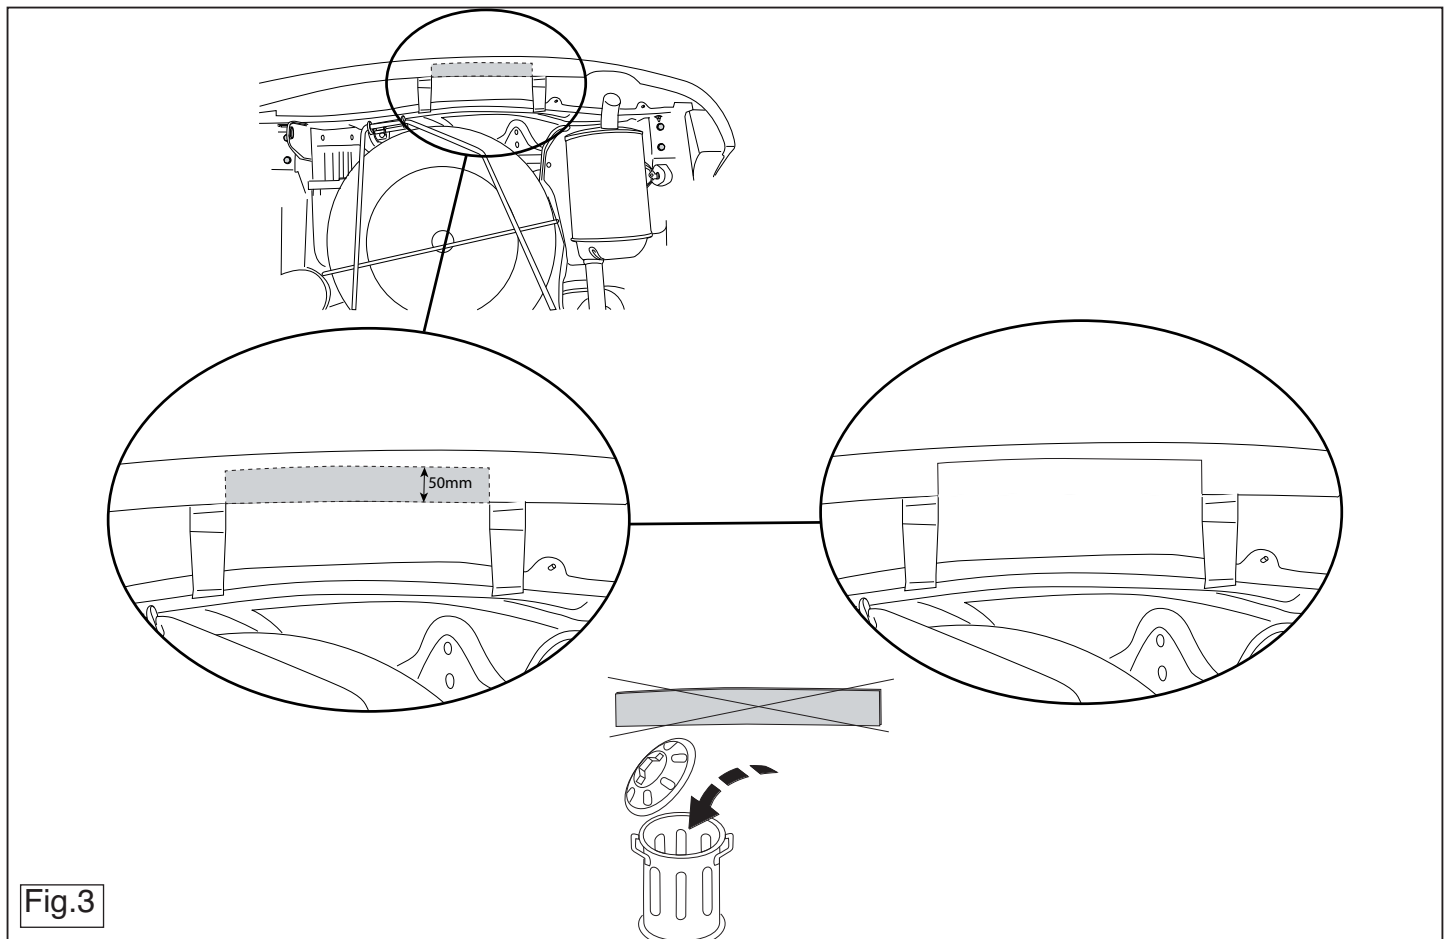

Fig.3
5. Saw out the indicated section in accordance with figure 3 and 4.
5. Gemäß Abb. 3 und 4 das angegebene Teil abschneiden.
5. Выпилить обозначенную часть, как указано на рис. 3 и 4.